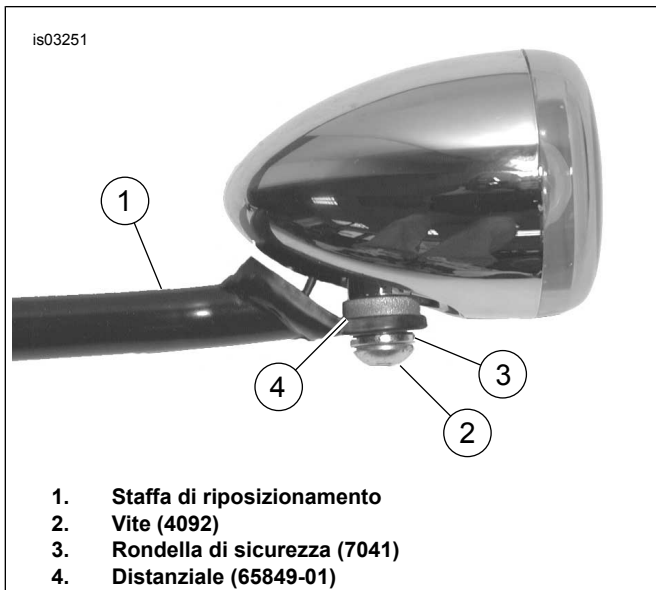

Figura 8. Installazione degli indicatori di direzione da 2-3/8 di pollice
- a. Vedere Figura 8. Applicare Loctite 243 (blu) alle filettature della vite.
- b. Installare l'indicatore di direzione sulla staffa di riposizionamento (1) usando la vite (2), la rondella di sicurezza (3) e il distanziale (4). Il distanziale dovrebbe essere montato tra la luce e la staffa di riposizionamento.